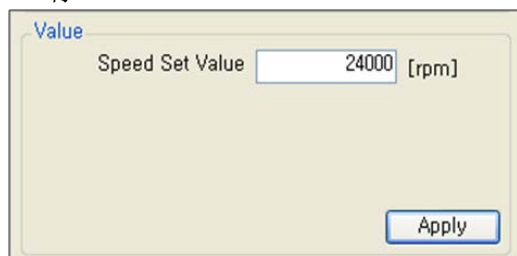

图 12.3-5 运行速度设置
在Value组中，运行速度或运行频率被传送到变频器。图12.3-5和图12.3-6显示了根据所选产品的值组。
- 1) Motor Drive: 如果选择了High Speed PMSM，请参考图12.3-5并在Speed Set Value中输入所需的操作速度，然后单击Apply按钮或按Enter键。